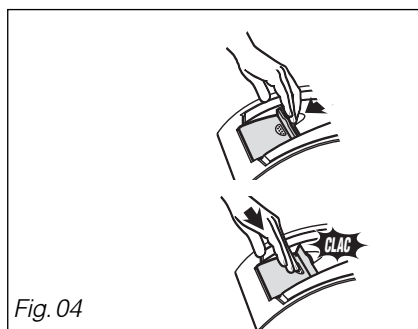

Fig. 04
- Ouvrez le portillon du tambour en tirant sur le volet de fermeture (Fig. 04).
- Refermez le portillon, rabattez le volet de fermeture en appuyant dessus jusqu'à ce qu'il soit parfaitement verrouillé (Fig. 04).